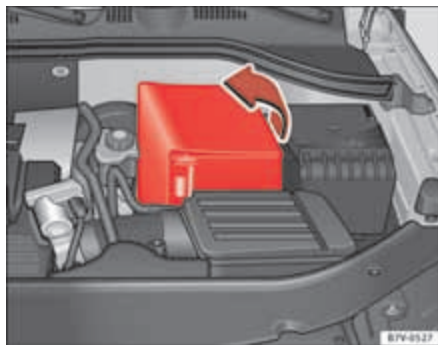

Fig. 181 En el vano motor: Despliegue el manguito de la batería del vehículo.
- *En el caso de un manguito:* retire la cubierta desplegándola hacia un lado ⇒ fig. 181.